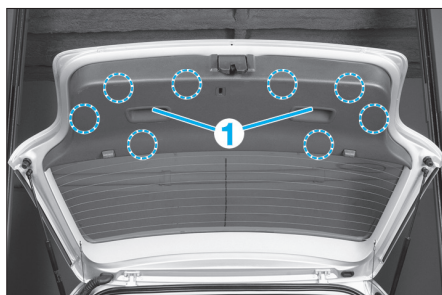

Fig. 79
- Déposer les 2 vis (1) (Fig.79).